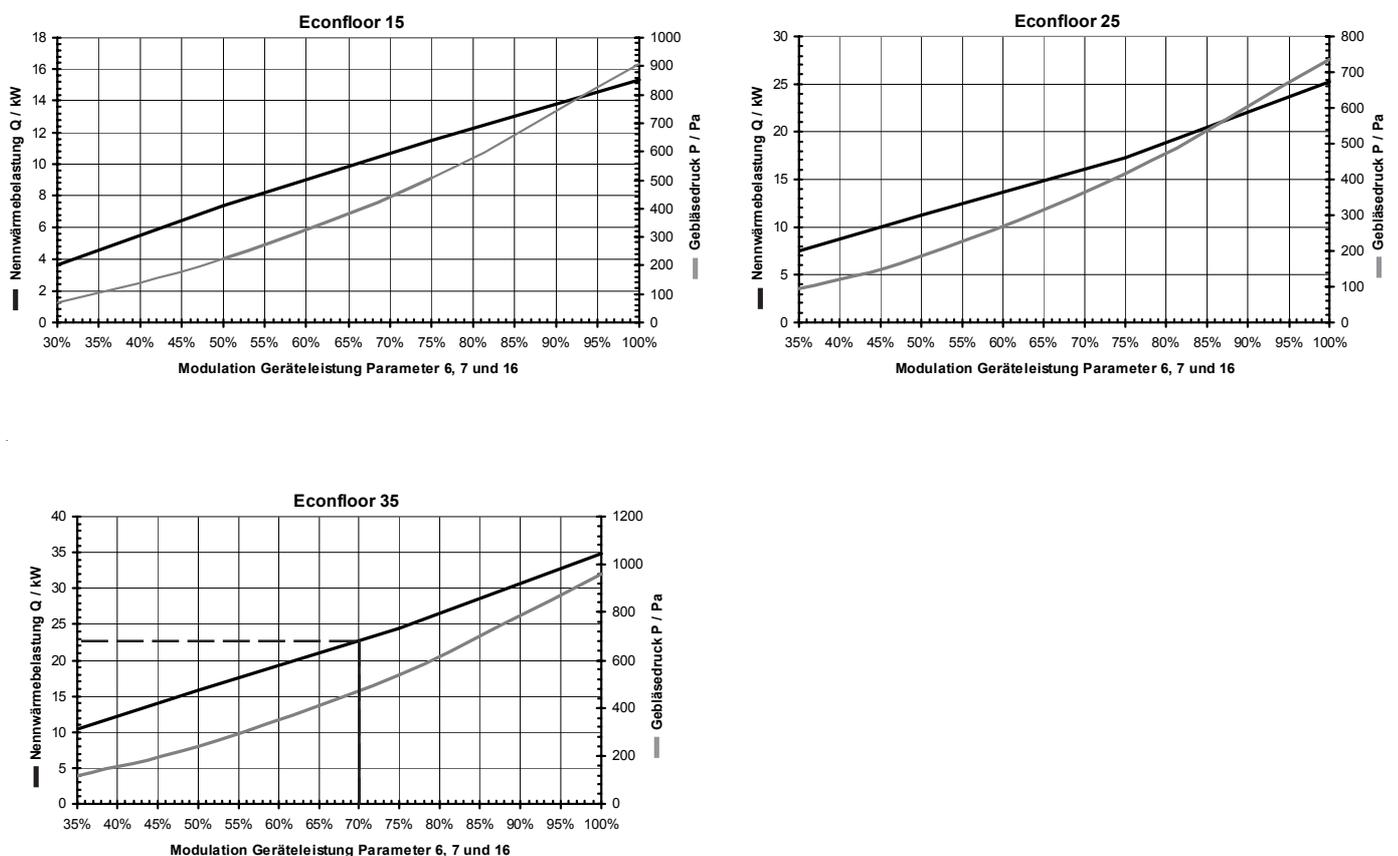

Abb. 5.14 Einstellung Parameter 6,7 und 16
Durch Verändern des Parameters 6 in der Parameter- ebene kann die max. Geräteleistung prozentual angepaßt werden (siehe Abb. 5.14 und Kap. 7.5).
- Kontrollieren Sie entsprechend Diagramm Abb. 5.14 bzw. Tabelle Tab. 5.1 den Gasdurchfluß.